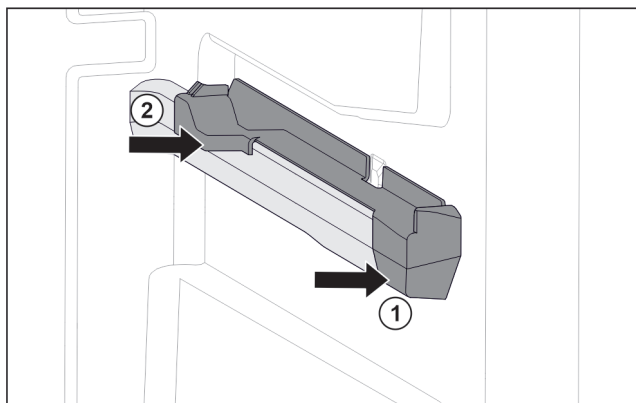

Fig. 59 Pieza de acoplamiento en la nervadura para recipientes derecha
- ▶ Coloque la pieza de acoplamiento delante en la nervadura para recipientes. Fig. 59 (1)
- ▶ Presione la pieza de acoplamiento por detrás. Fig. 59 (2)